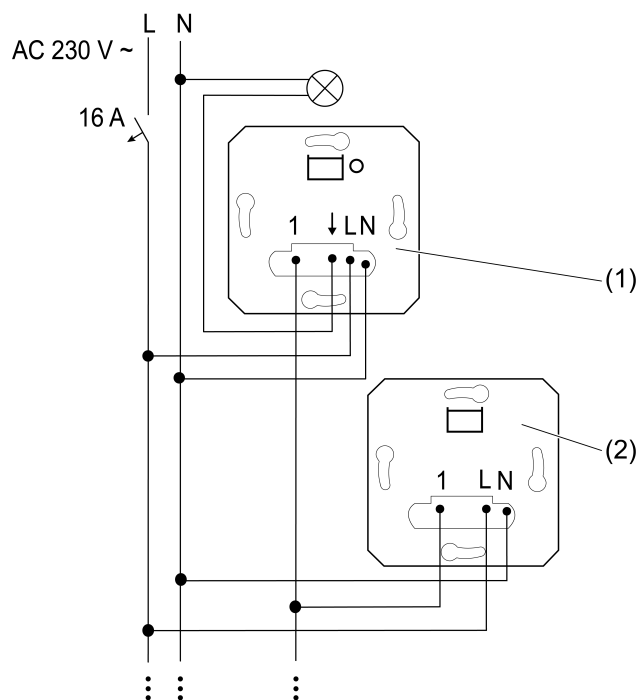
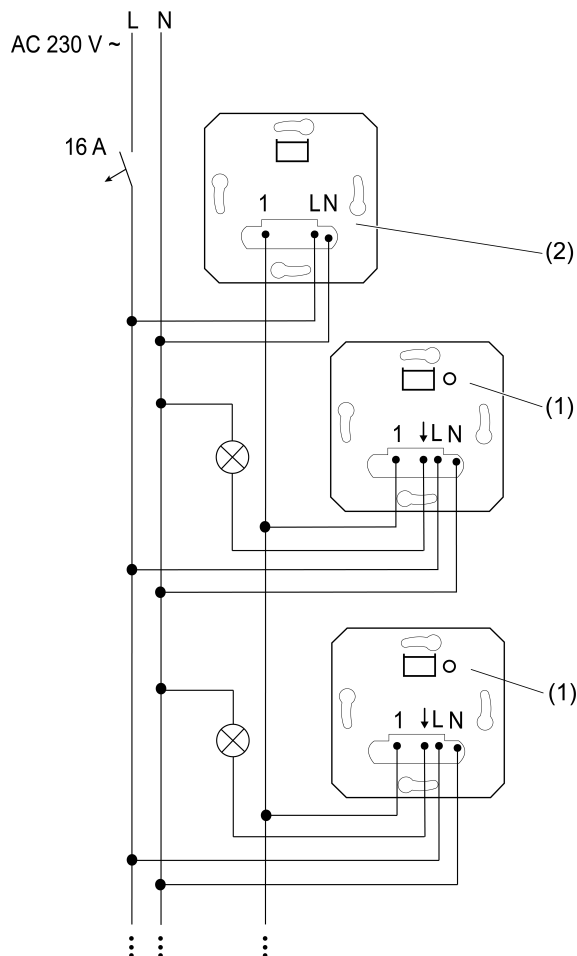
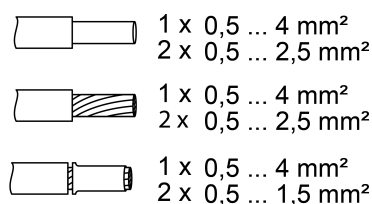

Figura 1: Schema di collegamento regolatori esterni a 3 fili a un regolatore interno
Figura 2: Schema di collegamento vari regolatori interni a un regolatore esterno a 3 fili per il comando centrale
Figura 3: Sezioni cavo collegabili
i È possibile collegare fino a cinque regolatori esterni (2) a 3 fili a un regolatore interno (1) (Figura 1).
- i** È possibile comandare fino a cinque regolatori interni (1) uguali o diversi insieme da un regolatore esterno (2) a 3 fili (Figura 2).
- Collegare il regolatore esterno (2) secondo lo schema di collegamento (Figura 1) e (Figura 2). Osservare le sezioni del cavo collegabili (Figura 3).